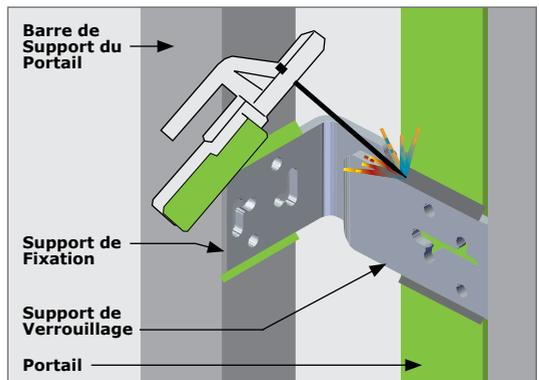

FIGURE 13. BARRE DE SUPPORT - SOUDÉE
- Soudez le Support de Verrouillage sur le Portail (Fortement Recommandé) - Voir la Figure 13.